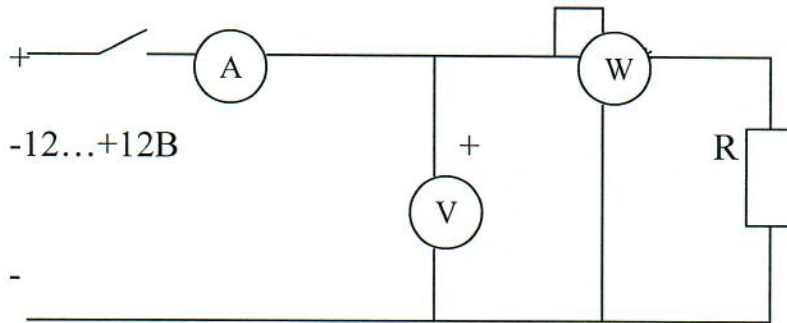
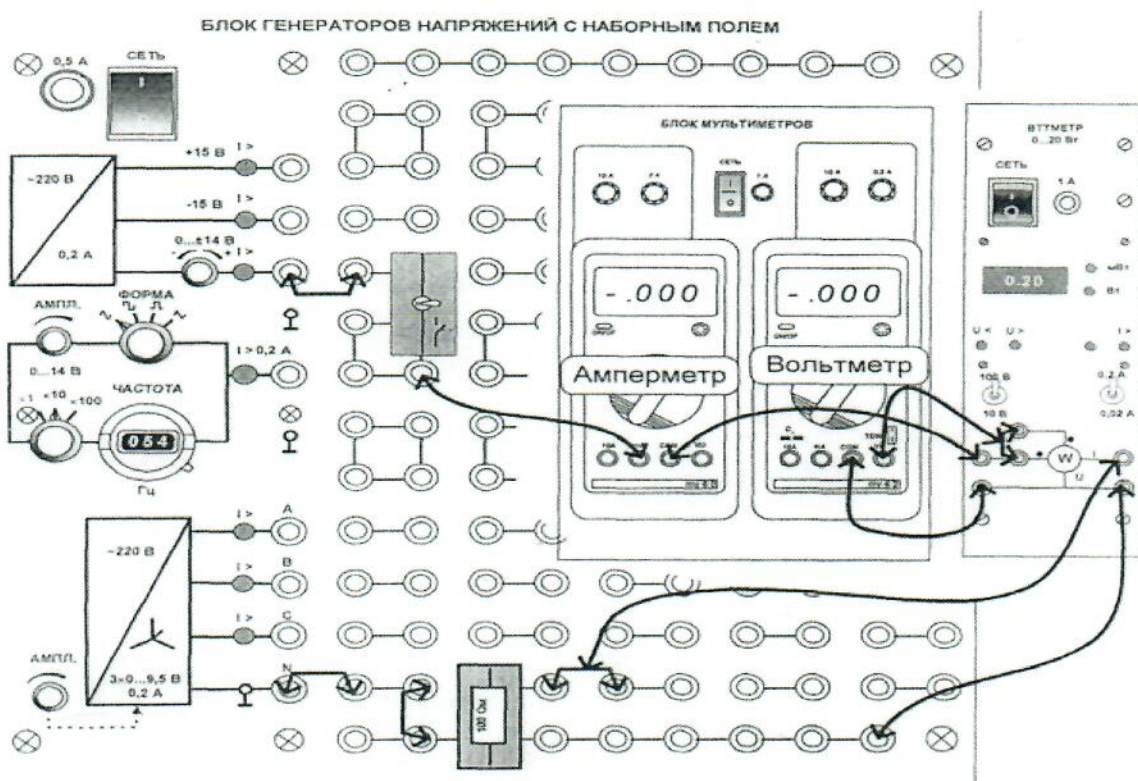

Рисунок 4.1 – Принципиальная схема
Рисунок 4.2 – Монтажная схема
– Соберите цепь в соответствии с принципиальной схемой (рисунок 4.1) и монтажной схемой (рисунок 4.2), установив в наборную панель сопротивление $R_{\text{ном}} = 200$ Ом. Запишите значение сопротивления в таблицу 4.1.